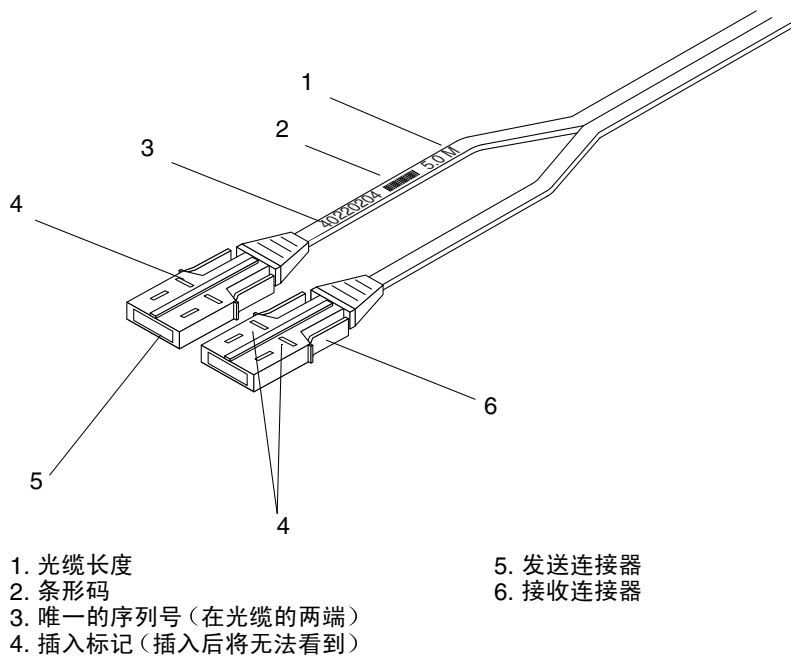

图 4-7 Sun Fire Link 光缆
- 每根光缆的每一端均有两个插头（图 4-7）。白色插头表示发送光缆，黑色插头表示接收光缆。
- 光缆连接器插头的一侧有一个突起，它表明在将插头插入光学模块接收器时，必须将这一侧朝上，请参阅图 4-7。